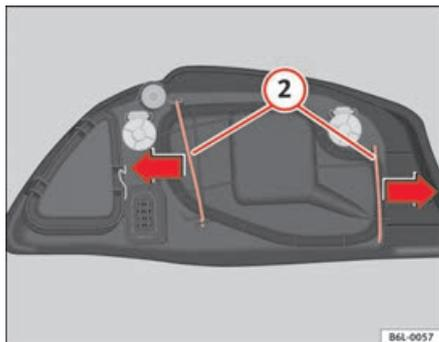

Fig. 153 Lâmpada da luz de máximos
- Desloque os tirantes (2) ⇒ fig. 153 para fora, no sentido das setas e puxe a tampa.
- Coloque a tampa de plástico e coloque os tirantes (2) ⇒ fig. 153.